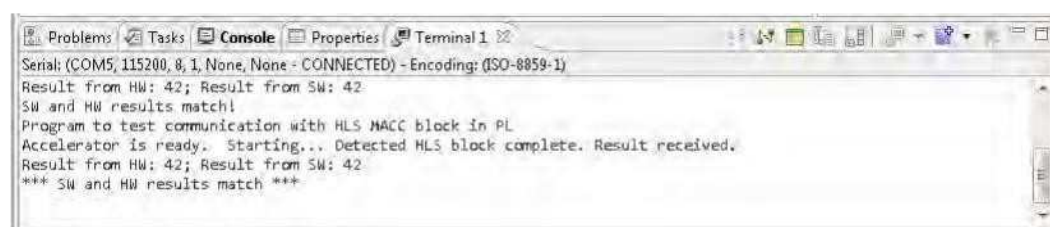

图 10-26: 带有更新的 C 程序的控制台输出
成功后，终端会话类似于图 10-26。
1. 从 **lab1** 中使用的 Vivado HLS 命令提示符，切换到如图 10-26 所示的目录 **lab2**。